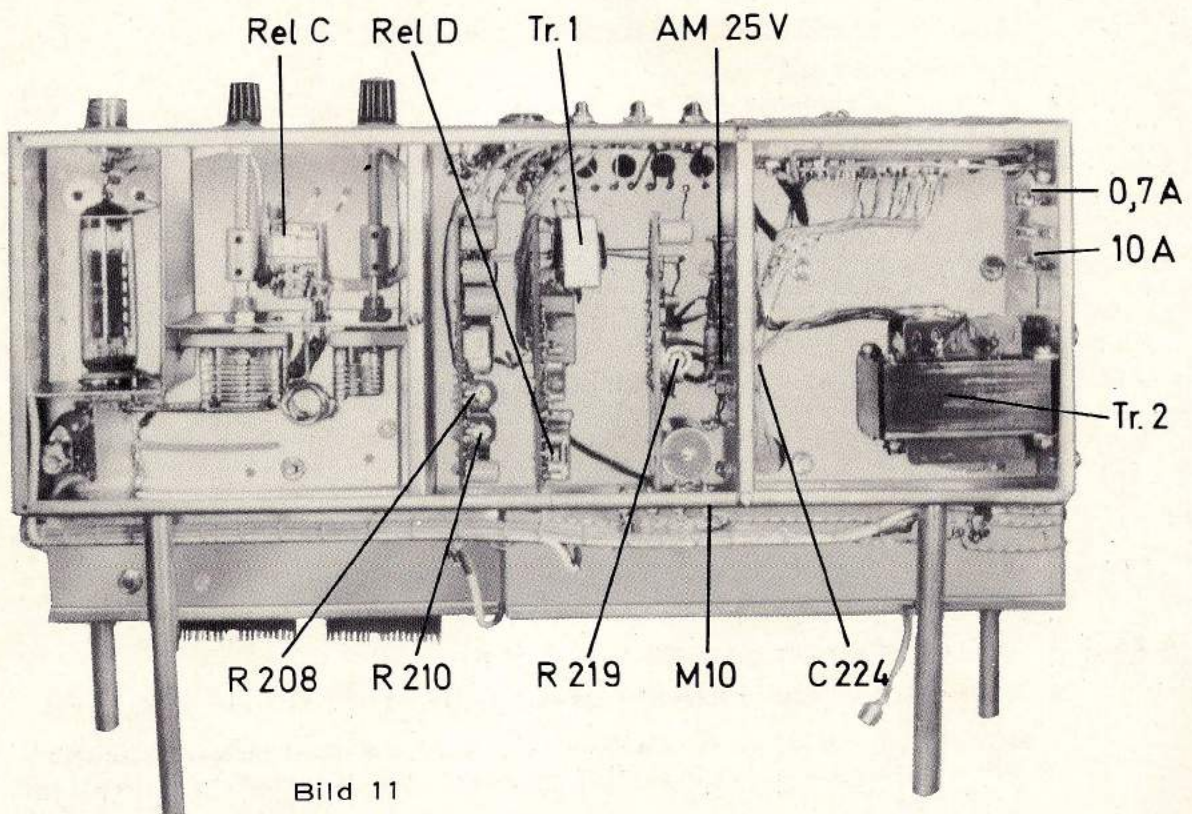

Bild 11
2. Meßinstrument zwischen 25 V (orange Leitung) und Durchführungskondensator C224 (Bild 11). Meßbereich 30 bis 50 mA.
5. Modulationsgrad mit R210 (Bild 11) nach Hüllkurve auf 99% einstellen.